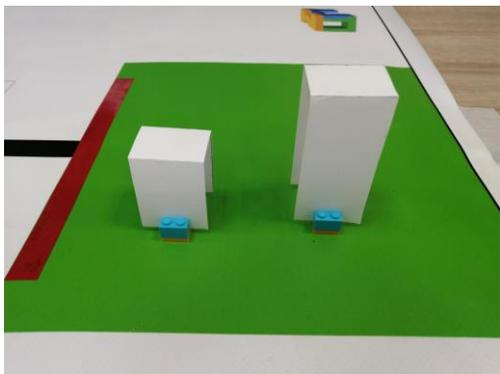

Рис.9
**ОБЪЕКТЫ** – вырезаем 2 прямоугольника из картона или бумаги формата А4 двух размеров: рекомендуемая высота низкого объекта 3 - 5 см, высокого – 7-10 см (см. рис.9, 10). Ширина объектов не менее 3 см. С помощью сгибов сделать из полосок буквы «П», разной высоты, с одинаковым размером средней части каждого объекта.